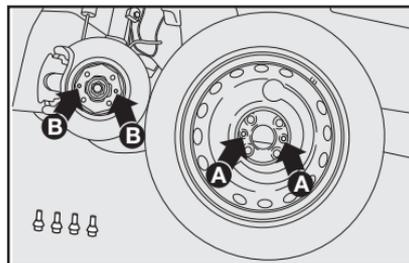

fig. 7
- Montar a roda sobresalente, encaixando os furos **A-fig. 7** com os respectivos pinos **B-fig. 7**.